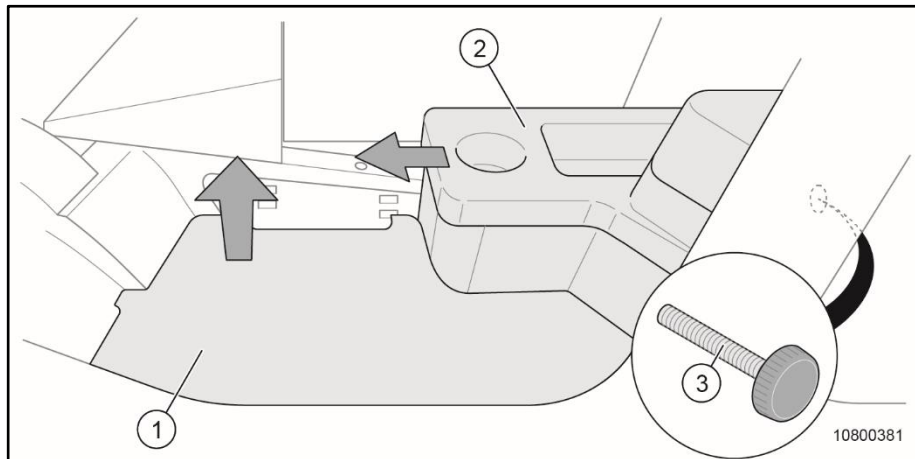

Fig. 204 Remplacer la batterie du véhicule
1. Retirer le marche-pied de la porte côté conducteur (Fig. 204/1).
2. Retirer la molette (Fig. 204/3) du panneau (Fig. 204/2).
La molette (Fig. 204/3) se trouve en haut à gauche du rangement dans la cloison intermédiaire du panneau.
3. Retirer le panneau (Fig. 204/2).